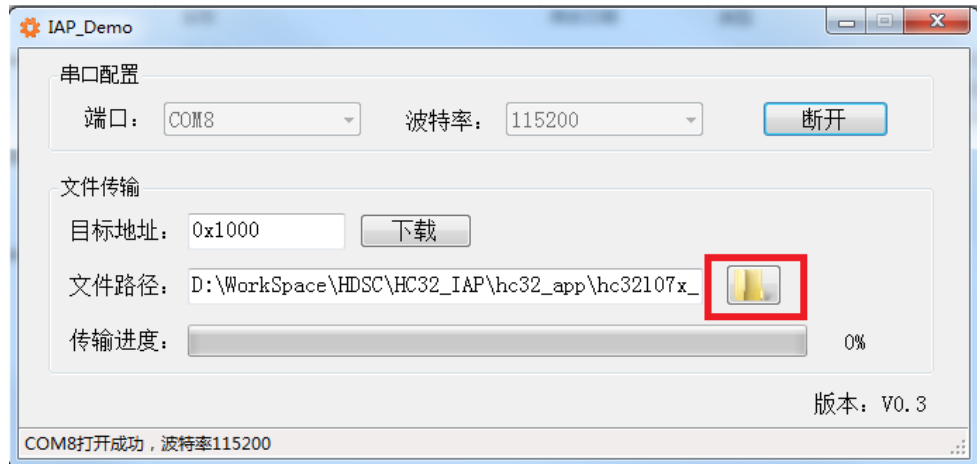

图 7 加载 bin 文件
- 6) 选择 bin 文件，点击图 7 红框位置的按钮，加载 APP 程序的 bin 文件。Keil MDK 生成 bin 文件的配置在 IDE 的 Project->Options for Target->User->After Build/Rebuild 中，IAR 生成 bin 文件的配置在 IDE 的 Project->Options->Output Converter 中。更详细的配置内容见 APP 程序的各 IDE 工程。